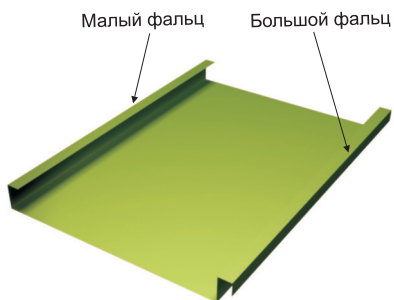

Рис.1 Карта фальцевой кровли
- измерить длину по скату, добавить припуск на изготовление капельника и прокатать лист на ПГУ (рис. 1)